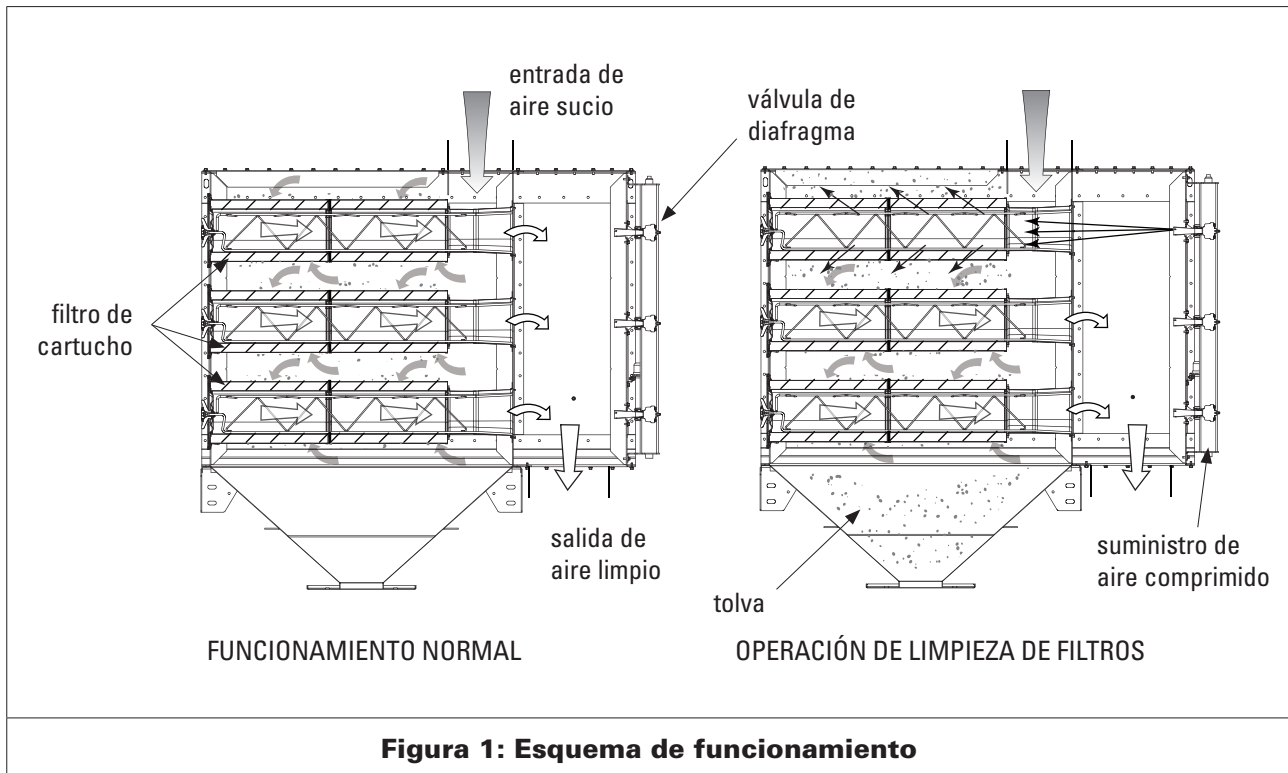

Figura 1: Esquema de funcionamiento
- el vaciado del sistema de eliminación del polvo (consulte la figura 1, página 8);